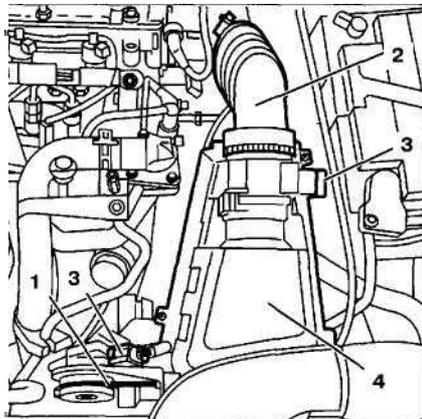

Рис. 7.17. Отсоедините разъемы проводки 3, трос акселератора 1, снимите крышку двигателя, воздушный фильтр 4, разъем проводки 2.
2. Отсоедините разъемы проводки 3, трос акселератора 1 (рис. 7.17). Снимите крышку двигателя, воздушный фильтр 4, разъем проводки 2, воздухопровод от турбокомпрессора, ремень привода дополнительного оборудования и ремень ГРМ.